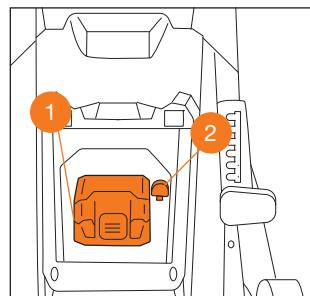

Рис. 13
- Вставьте аккумулятор в разъем газонокосилки ① (Рис. 13). Убедитесь в правильном расположении аккумулятора и соединении контактов.
- Установите ключ безопасности ② (Рис. 13).
- Нажмите кнопку блокировки включения **1** (Рис. 13).
- Продолжая удерживать кнопку блокировки включения, прижмите рычаг включения двигателя **2** к рукоятке (Рис. 13). Двигатель заработает и нож начнёт вращение.